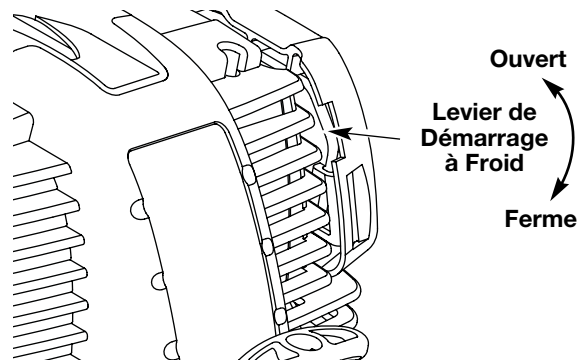

Fig. 14
**SI FROID...** Par temps froid (sous 4°C/ 40°F), mettez le levier de démarrage à froid (Fig. 14) en position fermé et passez à l'étape 3. N'abaissez PAS ce levier si la température dépasse 4°C (40°F).